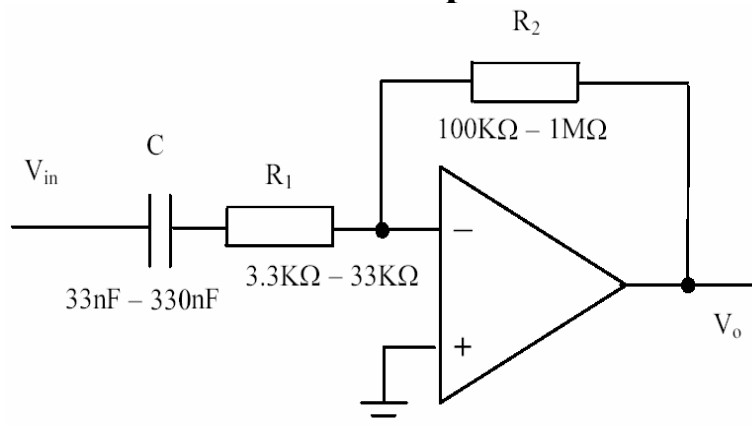

Рис. 21. Усилитель переменных сигналов
1. Реализуйте схему, показанную на рис. 21. Не забудьте подключить питание к ОУ.